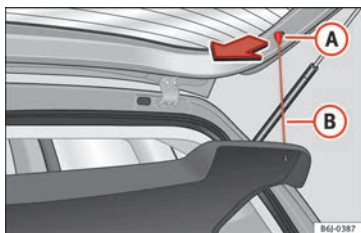

Fig. 159 Plage arrière.
- Décrochez les tirants » fig. 159 B de leurs logements A.